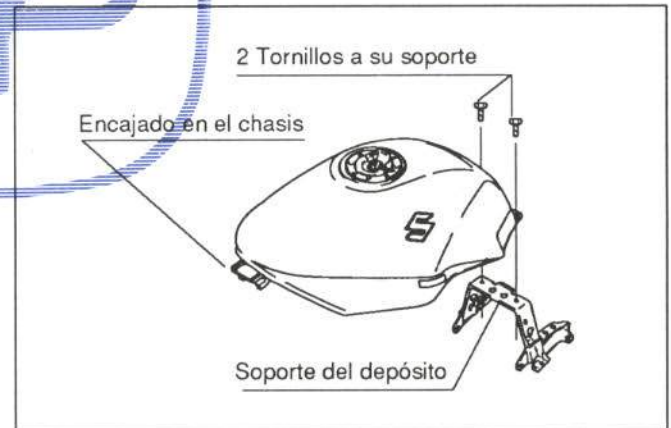

Figura 29.- Unión del depósito de combustible
- Depósito de combustible (figura 29)
En la figura 29 se explica la sujeción de esta pieza.